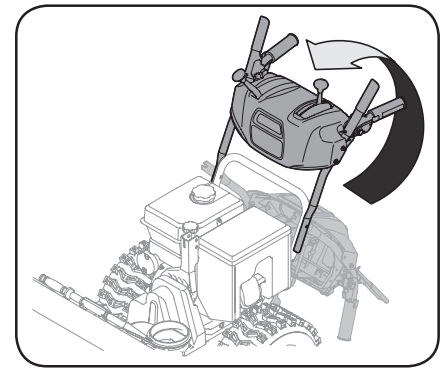

Figura 2-5
6. Gire la manija hacia arriba y alinee la lengüeta del área inferior de la manija superior con el orificio de la manija inferior. Consulte Figura 2-5. Siga las instrucciones aplicables a su hardware mango puesta a punto en los pasos 7 y 8 para asegurar las manijas superior e inferior. Retire y descarte todas las bandas elásticas, si las hubiera. Únicamente se utilizan para el empaque.